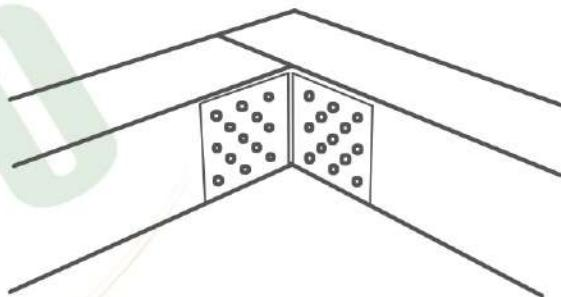
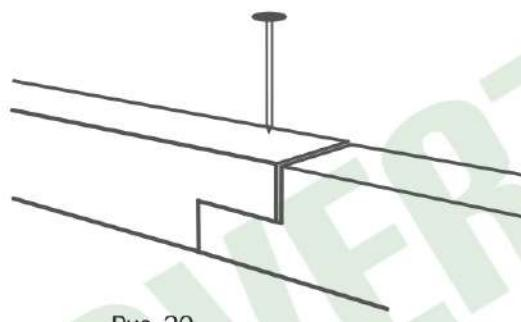

Рис. 19
Рис. 20
2. Установка теплицы на брус или фундамент. Деревянный брус в углах можно соединить через крепежный уголок (рис. 19), а по длине «в поддерева» (рис. 20) или с помощью крепежной пластины.